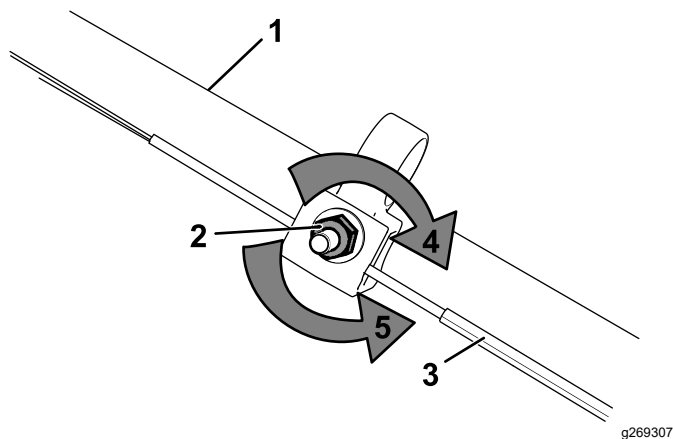

Рисунок 28
1. Поверните регулировочную гайку против часовой стрелки, чтобы ослабить натяжение троса (**Рисунок 28**).
2. Отрегулируйте натяжение троса (**Рисунок 28**), потянув его назад или вперед, затем удерживайте в этом положении.